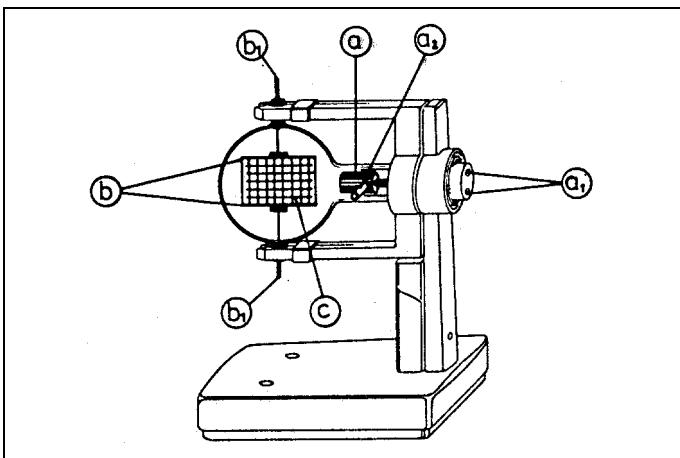

Fig. 1
- Steckerstifte (a₂) und (b₁) - vgl. Fig. 1 - durch Kupplungen (501 641) berührungssicher abdecken (Hochspannung!).
- Plug pins (a₂) and (b₁) - cf. Fig. 1 - are to be covered safe to touch by means of two-way plug adapters (501 641) (high tension).
Funktionsteile (Fig. 1)
Operational parts (Fig. 1)